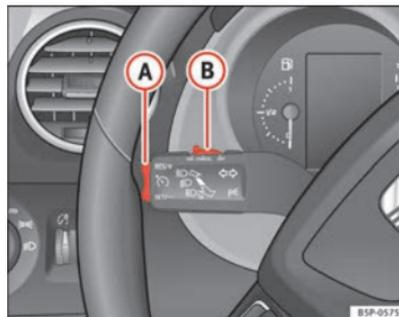

Fig. 148 Alavanca das luzes indicadoras de mudança de direcção e dos máximos: comando e botão basculante para o regulador de velocidade ▶
- Quando se tiver alcançado a velocidade que se quer programar, premir brevemente a parte inferior do botão basculante **SET/-** ⇒ fig. 148 **A** uma vez.